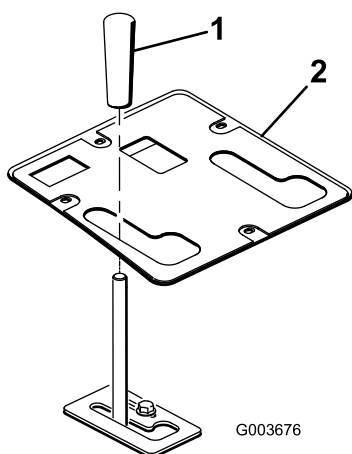

Figura 18
10. Fissare la plancia in posizione con i dispositivi di fissaggio precedentemente rimossi (Figura 18).
11. Installare la manopola sulla leva di sollevamento (Figura 18).